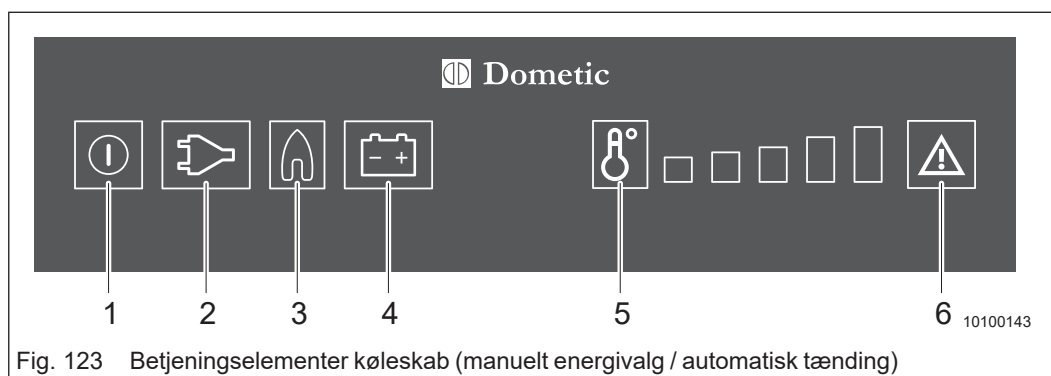

Fig. 123 Betjeningsselementer køleskab (manuelt energivalg / automatisk tænding)
- ➔ Tryk på "TIL/FRA" (Fig. 123/1) i 2 sekunder.
- ➔ Tryk på "TIL/FRA" (Fig. 123/1) og hold den inde i mindst 2 sekunder.
- ➔ Den ønskede energitype indstilles ved hjælp af energitasterne (Fig. 123/2, 3 eller 4).
- ➔ Tryk gentagne gange på temperaturtasten (Fig. 123/5), indtil det ønskede temperatur-niveau er indstillet.